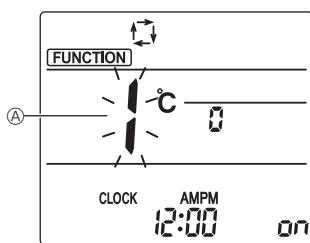

Fig. 6-10
1. Appuyez sur la touche **[STOP]** ① pour arrêter le climatiseur.
2. Appuyez sur la touche **MENU** ②. L'écran Réglage des fonctions s'affiche et le n° de la fonction **(A)** clignote. (Fig. 6-10) Appuyez sur la touche **[↑] [↓]** ④ pour changer le n° de fonction.